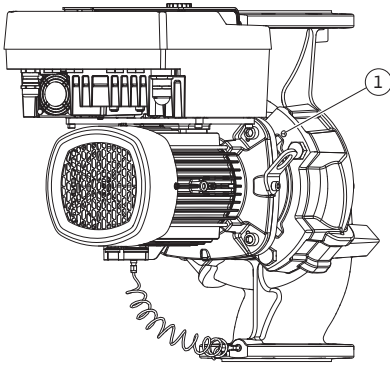

Fig. 10: Trykke av motor-løpehjulsenheten via gjengehull
- Trykk av motor-løpehjulsenheten (se Fig. 4) fra pumpehuset. Avhengig av pumpetypen (se Fig. I ... Fig. IV) finnes det to fremgangsmåter. For pumpetypen (Fig. III og Fig. IV) løsner du skruene (pos. 29). Bruk de to gjengehullene ved siden av (Fig. 10, pos. 1) og egnede skruer som er klargjort på monteringsstedet (f.eks. M10 x 25 mm). For pumpetypen (Fig. I og Fig. II) bruker du de to gjengehullene M10 (Fig. 104). Bruk egnede skruer som er klargjort på monteringsstedet (f.eks. M10 x 20 mm). Du kan også bruke sporene (Fig. 104, pos. 2) til avtrekking.